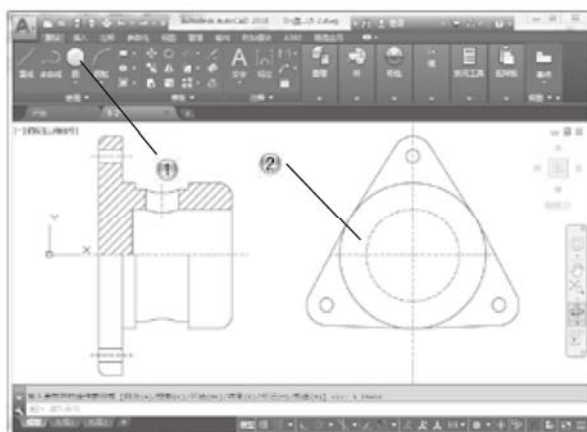

图 5-93
① 单击【绘图】面板中的【圆】按钮,如图 5-93 所示。
② 在绘图区绘制半径为 14 的圆形,至此就完成了接头零件侧视图的绘制。